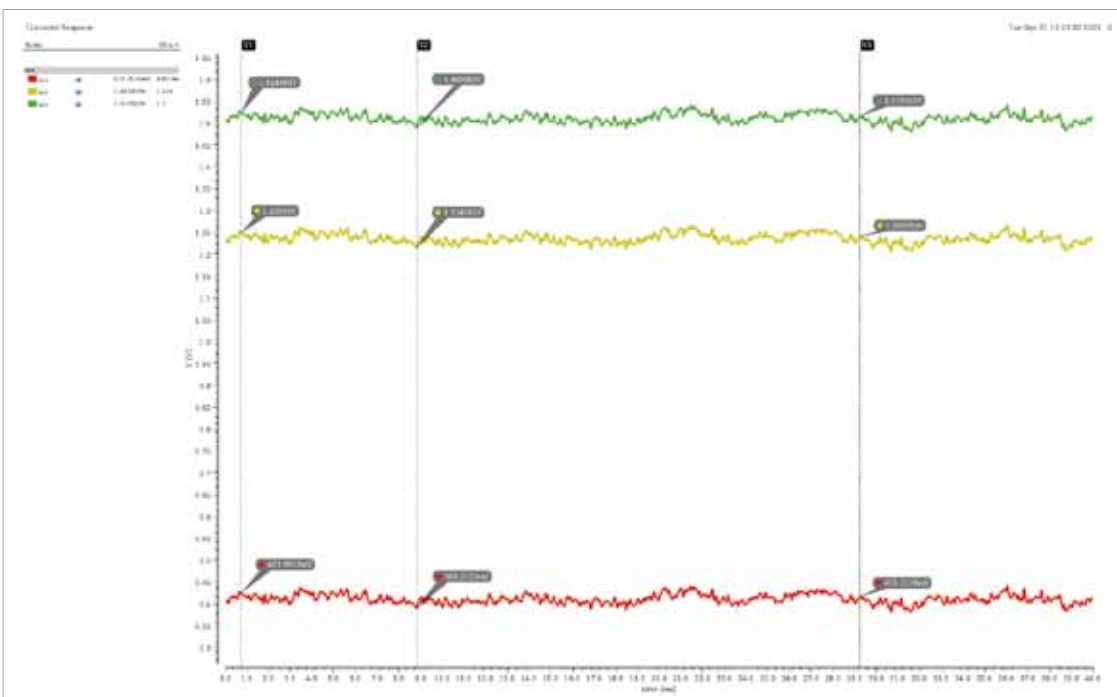

Рис. 27. Временная диаграмма выхода вспомогательного усилителя при входном токе 1 нА с учетом шума
- при моделировании с включенным шумом внутренних компонентов усилителя, его уровень становится сопоставимым с разницей напряжений при маленьком входном токе 1 нА (рис. 27).